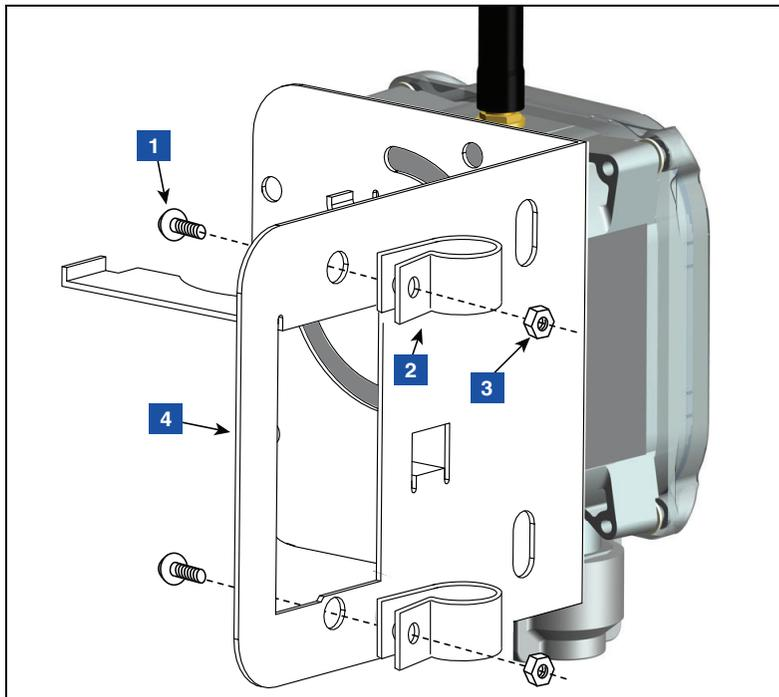

Figure 31. Fixation des brides de conduit au support
4. Fixez deux brides en plastique de 12,7 mm (1/2") au support comme illustré à la Figure 31.
LÉGENDE DE LA FIGURE 31